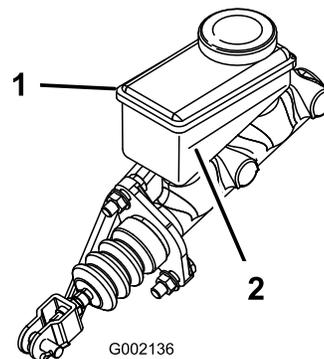

**Figura 64**
4. Sollevate il cofano per avere accesso al cilindro del freno principale e al serbatoio (Figura 64).
- A. Pulite l'area intorno al tappo del serbatoio e togliete il tappo (Figura 64).
- C. Montate il tappo sul serbatoio (Figura 64).